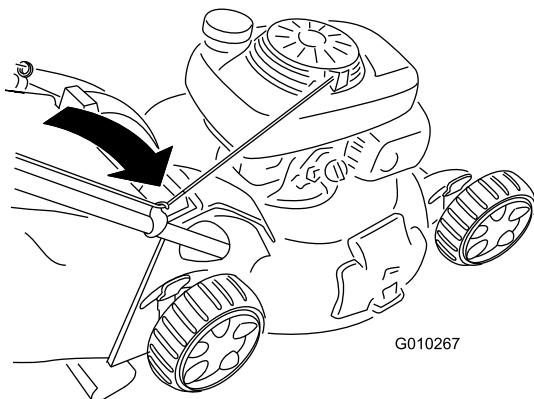

Figure 26
- Faites passer le câble du lanceur autour du guide inférieur (Figure 26).